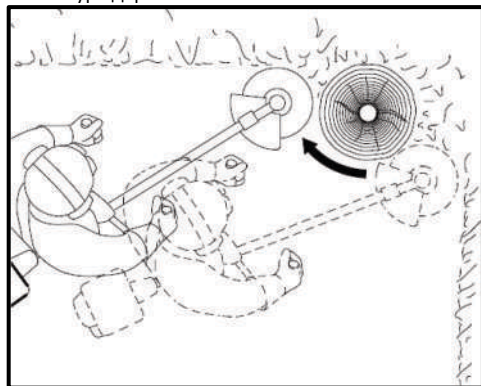

Рис. 46
- Під час обробки ділянок навколо дерев, ведіть ріжучий елемент в напрямку, як показано на Рис. 46, так щоб воно не пошкодило кору стовбура дерева.